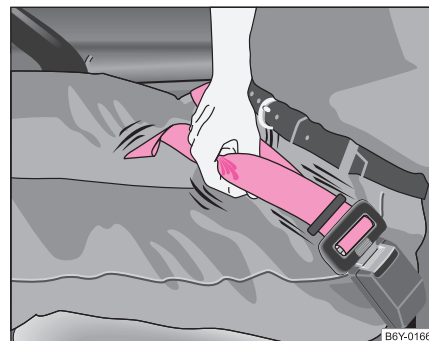

Abb. 112 Verkürzung des Beckengurtes ▶
- Ziehen Sie am freien Ende des Gurtes ⇒ Seite 134, Abb. 112.